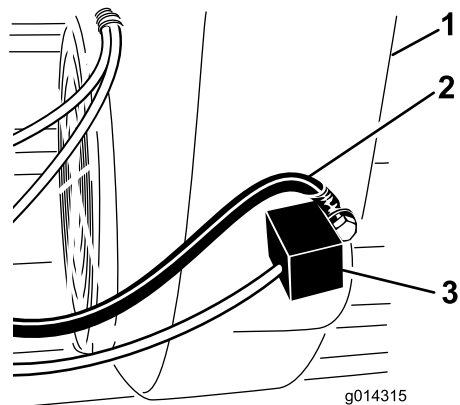

図 5
- エンジンシュラウドの下側にある、エンジン点火モジュールを探し出す図 5。